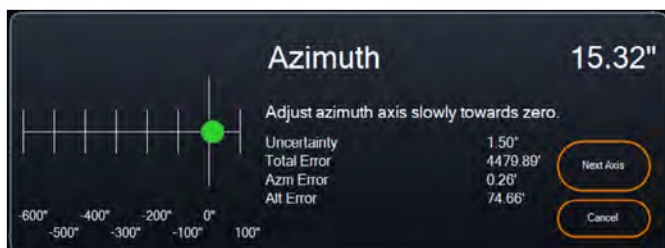

Fig. 18: Ventana de Ajuste de eje azimut durante alineación polar en CPWI.
- c. Levante y gire todo el trípode y el soporte de forma que el eje de ascensión derecha (RA) apunte aproximadamente al norte. La posición del soporte no tiene que ser perfecta. Apunte dentro de aproximadamente 5° hacia el norte de forma que el soporte esté dentro del alcance de los mandos de ajuste preciso de azimut del soporte. Use una app de brújula gratuita para su teléfono si necesita asistencia localizando el norte.
4. Cuando el SSAG haya obtenido sus referencias de alineación polar, mostrará la ventana de ajuste del eje de azimut (Fig. 18). Ajuste con precisión lentamente el azimut de su soporte hasta que el "Error Azm" sea inferior a dos arcominutos.